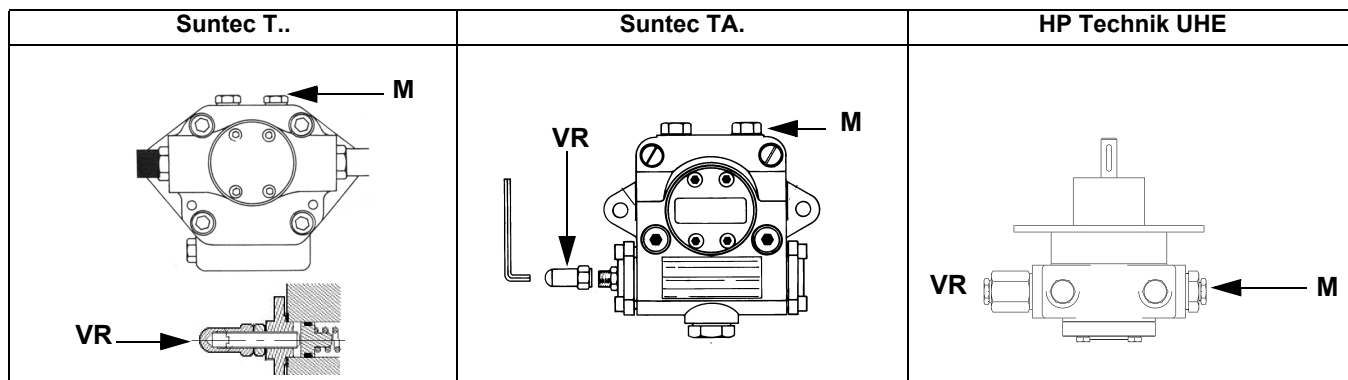
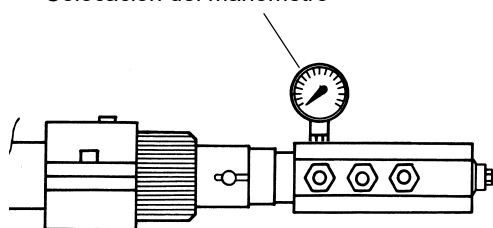

Fig. 5
Fig. 6
- 3 purgar el aire de la conexión (**M**) manómetro de la bomba (Fig. 5), aflojando levemente el tapón, sin quitarlo; luego soltar el contactor;
- 5 La presión de alimentación de la boquilla ya es previamente calibrada en fábrica y no debe ser modificada. Sólo si fuera necesario, regular la presión de alimentación (véase apartado correspondiente) de la siguiente manera: colocar un manómetro en la posición indicada en Fig. 6 intervenir en el tornillo de regulación **VR** de la bomba (véase Fig. 5) hasta obtener una presión en la boquilla igual a 20 bar (boquillas Monarch o boquillas Bergonzo – véanse gráficos en pag. 43-34)
- 2 Desenroscar los tornillos 1, 2, 3, 4 con la llave de macho hexagonal núm. 3, y retirar la tapa del filtro 5 (Fig. 5).
3. Atornillar el DV con 2 tornillos M5, máx. 5 Nm/44 in.lb, fig. 5/6.